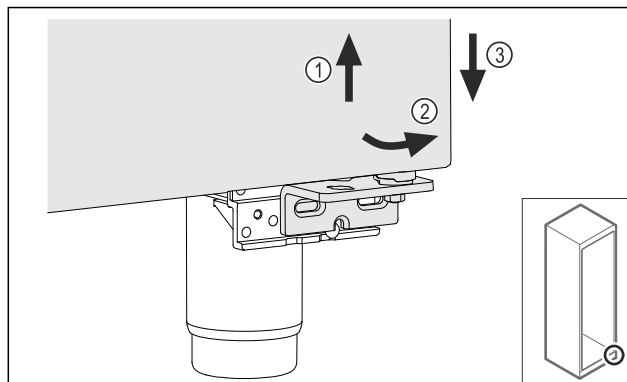

Fig. 27
- ▶ Paceliet mazliet durvis Fig. 27 (1), apakšā sagāziet uz priekšu Fig. 27 (2) un nolaidiet Fig. 27 (3).